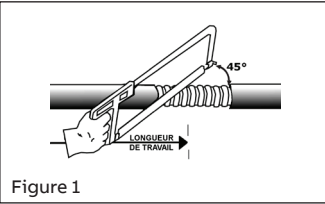

Figure 1
2. Determine the working length (the length of conductors required inside the enclosure or device). Remove a portion of the outer jacket to expose the armor, cut armor using a hacksaw and trim the outer jacket to adjust the exposed armor strip length as indicated in the table (Figure 1). CAUTION: Do not nick or cut the conductor insulation.
- Déterminer la longueur de travail (la longueur de conducteur requise à l'intérieur du boîtier ou de l'appareil). Enlever une partie de la gaine extérieure pour exposer l'armure, couper l'armure à l'aide d'une scie à métaux et couper la gaine extérieure pour ajuster la longueur d'armure exposée comme indiqué dans le tableau (Figure 1). ATTENTION de ne pas endommager ou couper la gaine des fils conducteurs.